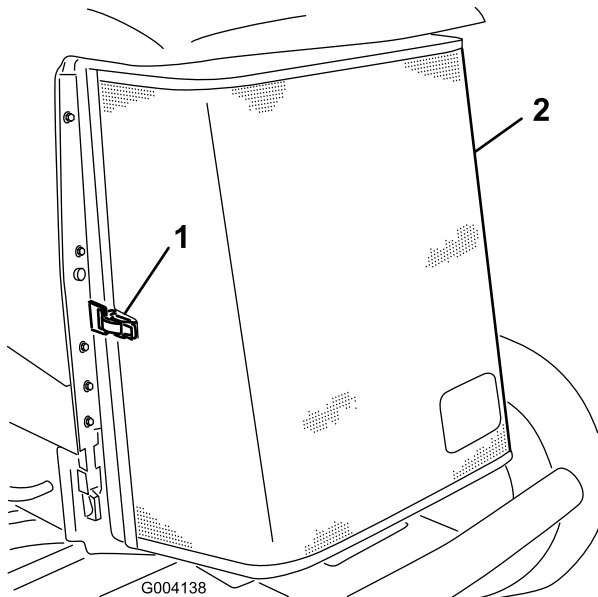

Bild 70
3. Entriegeln Sie den Riegel und drehen Sie das hintere Gitter auf (Bild 70).